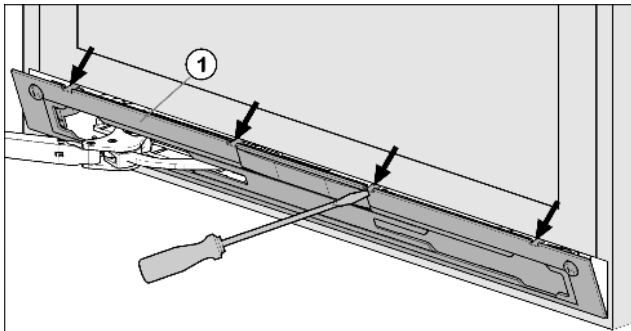

Fig. 4
- ▶ Выведите накладку Fig. 4 (1) из зацепления и снимите ее с помощью шлицевой отвертки.